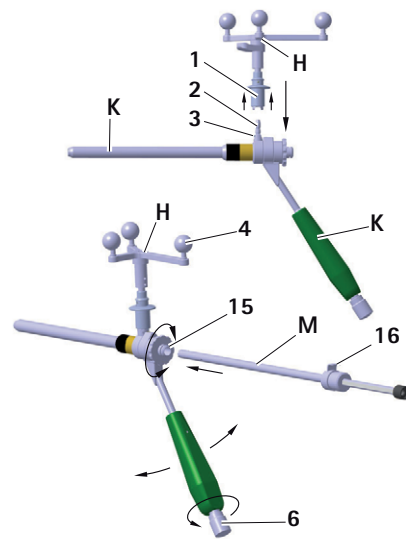

Fig. 13 Montering af Aesculap-stjerneenhed på S⁴C-styremuffe. Indsættelse af S⁴C-boremuffe
- For at sikre, at kameraet har frit udsyn til de reflekterende markørkugler, løsnes knap **6** på S⁴C-håndtaget på S⁴C-styremuffe **K**, og Aesculap-stjerneenhed **H** drejes til den ønskede position. se Fig. 13.
- ▶ Skub den indvendige boremuffe **M** på den indvendige muffe **15**. Den indvendige styremuffe går i indgreb med den indvendige muffe og kan stadig roteres. se Fig. 13.